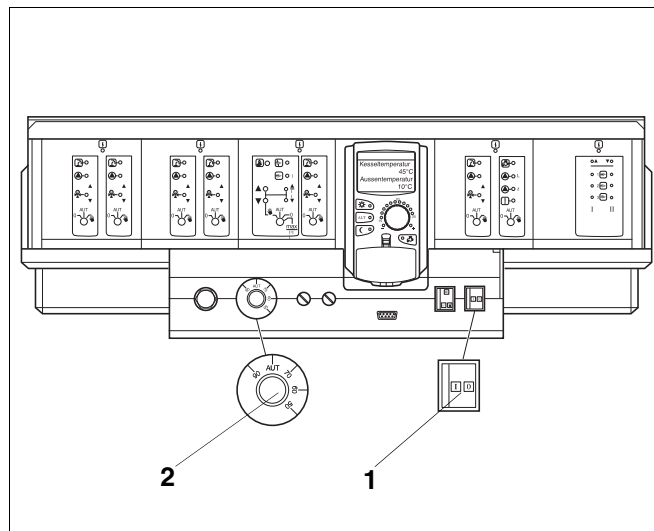

Рис. 3 Система управления Logamatic 4000
- Переведите пусковой выключатель (Рис. 3, **поз. 1**) в положение "I" (ВКЛ), на установке с двумя котлами – на двух системах управления.
Установите регулятор температуры котловой воды (Рис. 3, **поз. 2**) в положение "AUT". При работе с постоянной температурой установите регулятор на нужную температуру (минимум 65 °С).
Установите регулятор температуры котловой воды (Рис. 3, **поз. 2**) в положение "AUT".
Установите регулятор температуры котловой воды (Рис. 3, **поз. 2**) одного котла на нужную температуру (минимум 70 °С). Таким образом определяется котел 1 (ведущий).